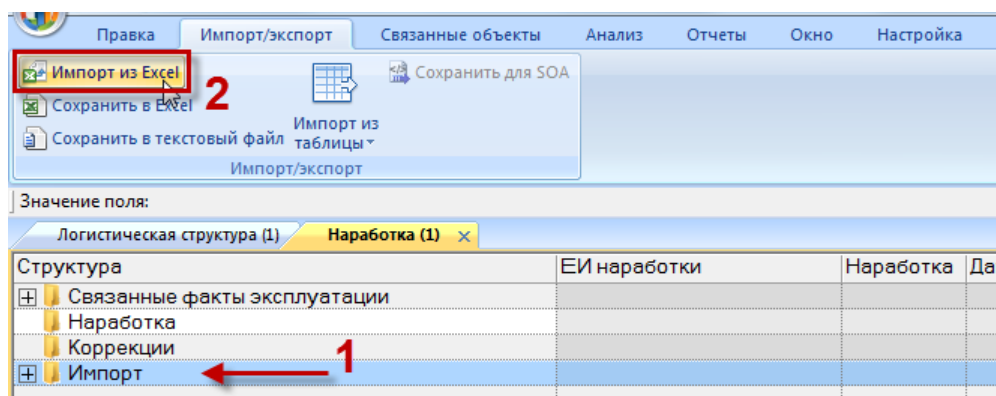

Рис. 13-243 – Импорт наработки из файла Excel
2) Выбрать в рабочем окне «Наработка» папку, в которую будут добавлены данные из файла, и нажать кнопку «Импорт из Excel» панели «Импорт/экспорт» (1 и 2 на рис. 13-243).